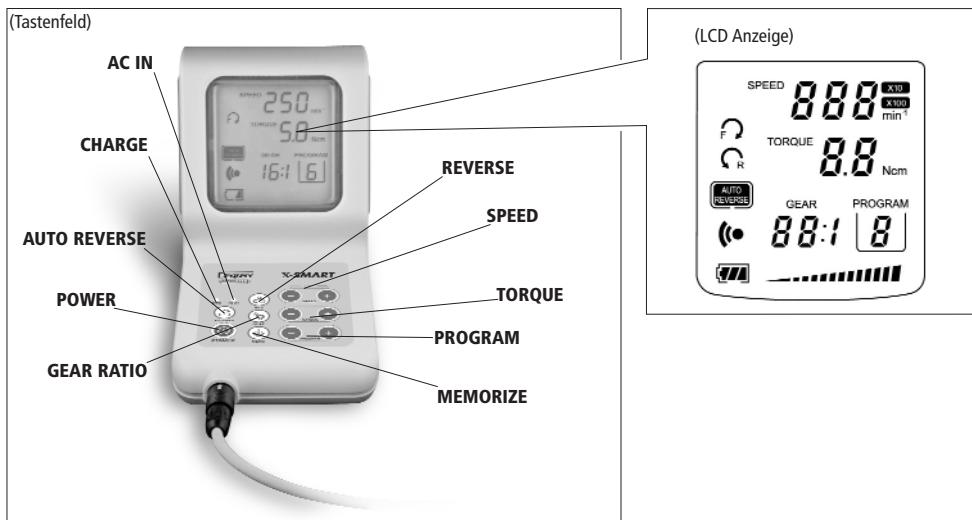

Abb. 2
- Siehe Abb. 2 „Tastenfeld und LCD-Anzeige“.